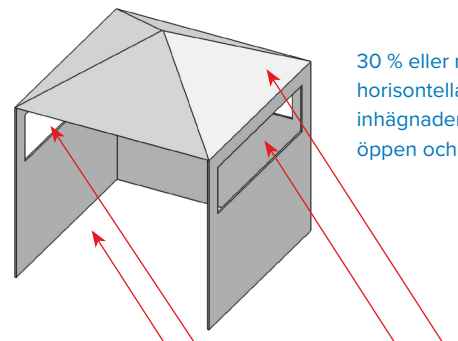

Fig. 4
- En apparat anses vara utomhus om den är installerad med skydd som inte är mer omfattande än inom en partiell inhägnad som inkluderar ett överhäng och tre sidoväggar, så länge 30 % eller mer av den horisontella periferin av inhägnaden är permanent öppen. (Fig. 4 & Fig. 5)